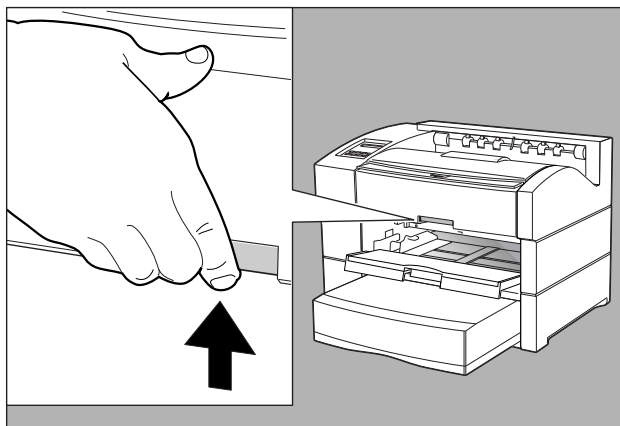

Fig. 2.6 Sblocco del coperchio superiore
2. Schiacciare il nottolino del coperchio superiore in modo da liberare il blocco (fig. 2.6).